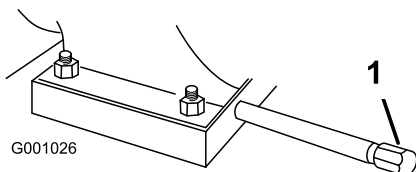

Figure 53
1. Nettoyez la surface autour du bouchon de vidange d'huile (Figure 53).